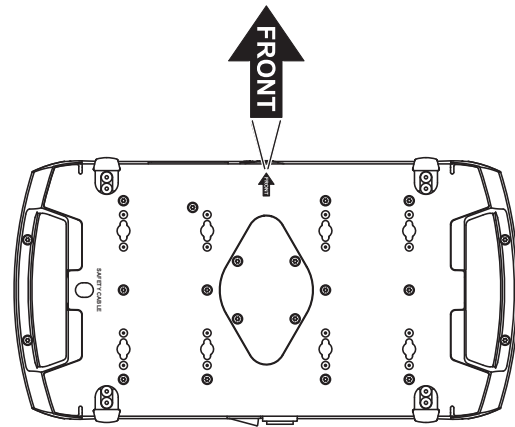

Figure 5: Face avant de l'appareil
3. Voir Figure 5 en page 10. Alignez le premier ensemble crochet - embase avec les deux trous de fixation dans la base et engagez les deux verrouillages à quart de tour. Voir Figure 4. Tournez complètement les verrouillages de 90° dans le sens horaire pour les bloquer. Répétez la même opération pour le second ensemble crochet - embase.